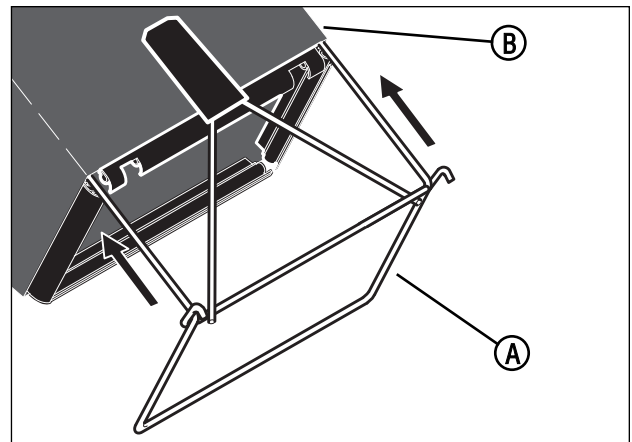

Figura 5: installazione del gruppo telaio
1. Inserire il gruppo telaio (A, Figura 5) nella sacca raccogliherba (B).